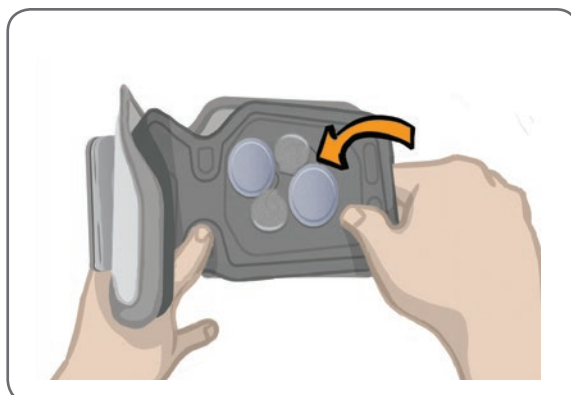

Ilustración 6-5: Retirada del panel personal
1. Saque el panel personal de la banda de EF de la parte inferior de la pierna. Consulte la ilustración 6-5.